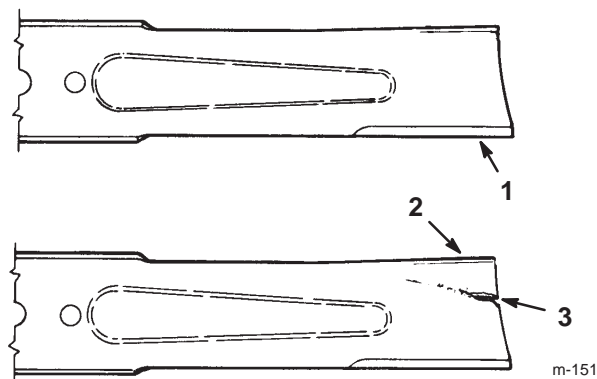

Figure 28
2. Inspectez les tranchants de la lame (Fig. 28). Si elle n'est pas tranchante ou si elle présente des indentations, déposez et aiguisiez la lame (voir Aiguisage de la lame, page 31).
3. Inspectez la lame, surtout la partie incurvée (Fig. 28). Remplacez immédiatement toute lame endommagée, usée ou qui présente une entaille (Fig. 28).